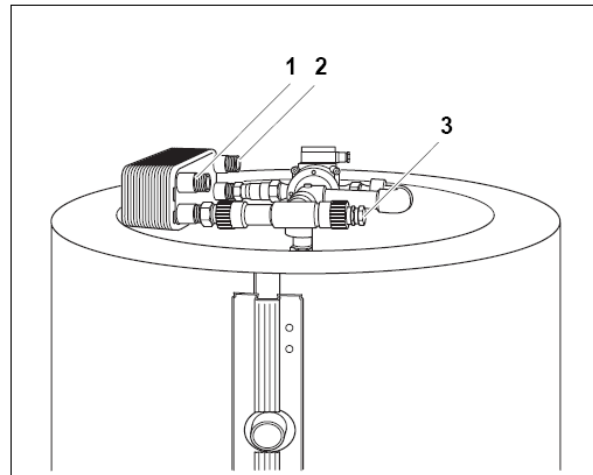
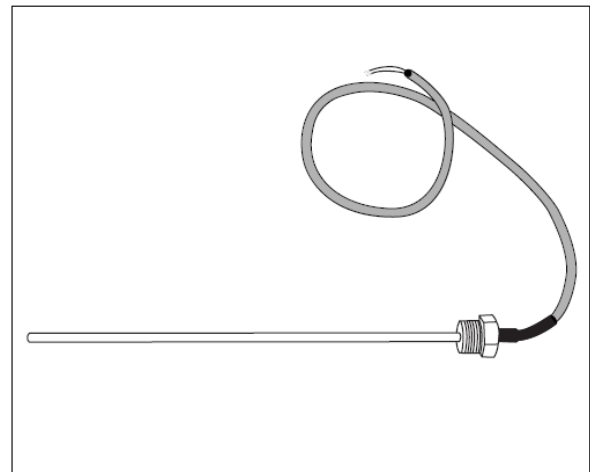

Рис. 3
Рис. 4 Занурювана гільза з температурним датчиком
- Підключити прямий (Рис. 3, Поз. 1) та зворотний (Рис. 3, Поз. 2) трубопроводи гріючого середовища до теплообмінника.
- Установити в місце вимірювання (Рис. 3, Поз. 3) та ущільнити занурювану гільзу з температурним датчиком (Рис. 4) (Рис. 4 – див. також Інструкцію з монтажу регулятора).
Пояснення до Рис. 3